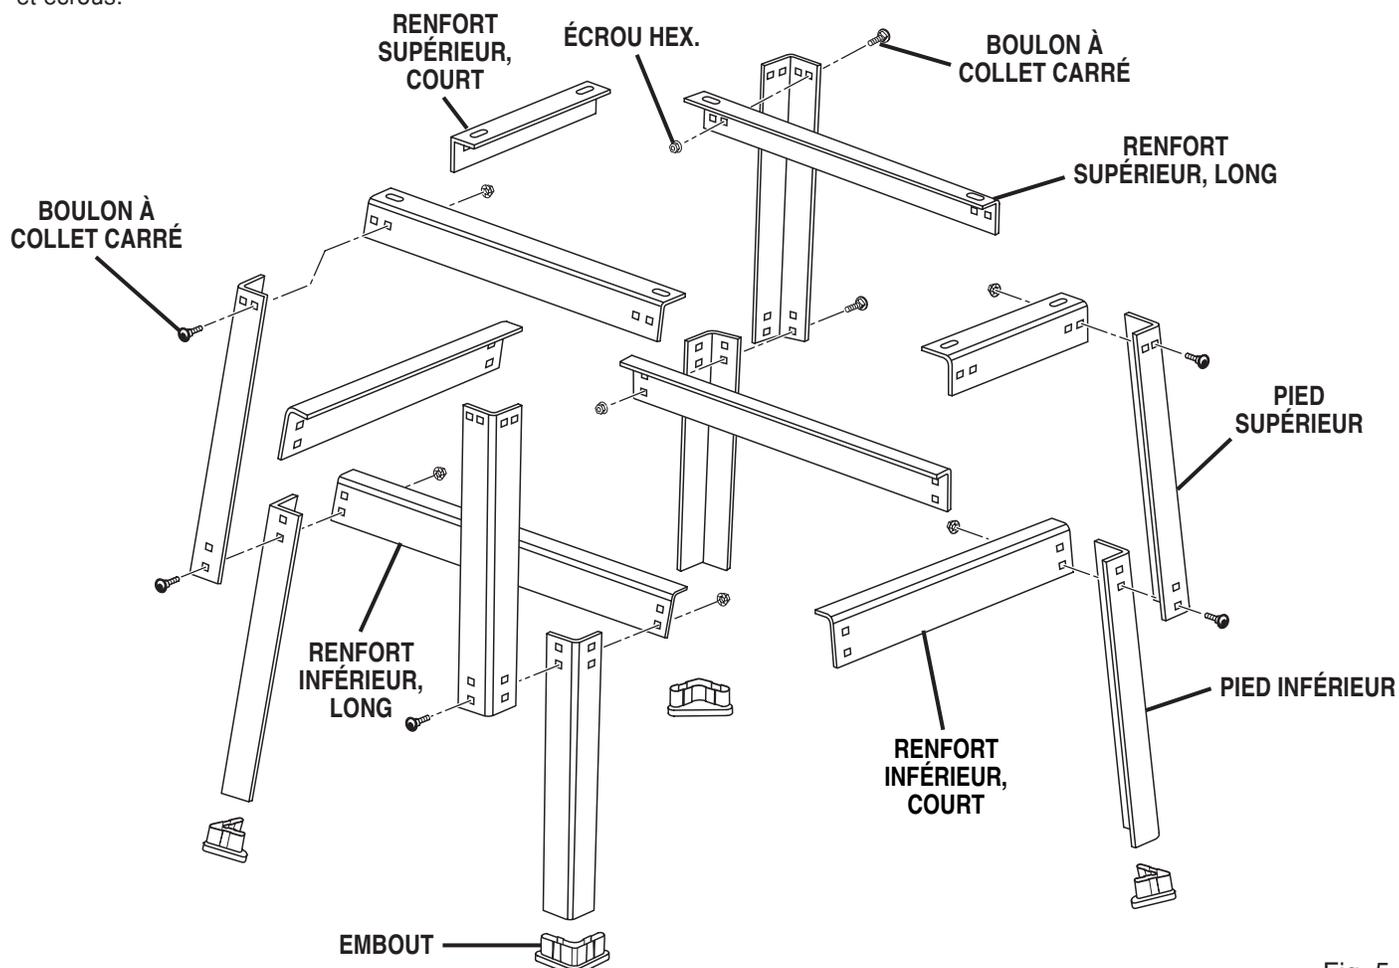

Fig. 5
Voir les figures 5 et 6.
**REMARQUE :** Le renfort supérieur comporte deux grands trous ovales à chaque extrémité. Ces trous doivent se trouver en haut lorsque le stand est complètement assemblé, comme le montre la figure 5.